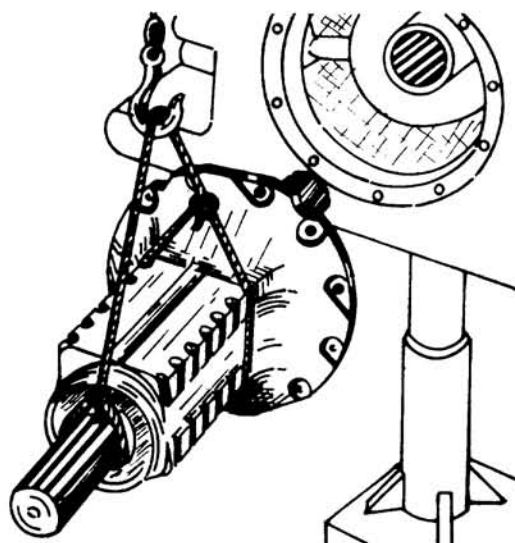

Fig. 1
- d Levante la trompeta con una grúa (fig. 1).